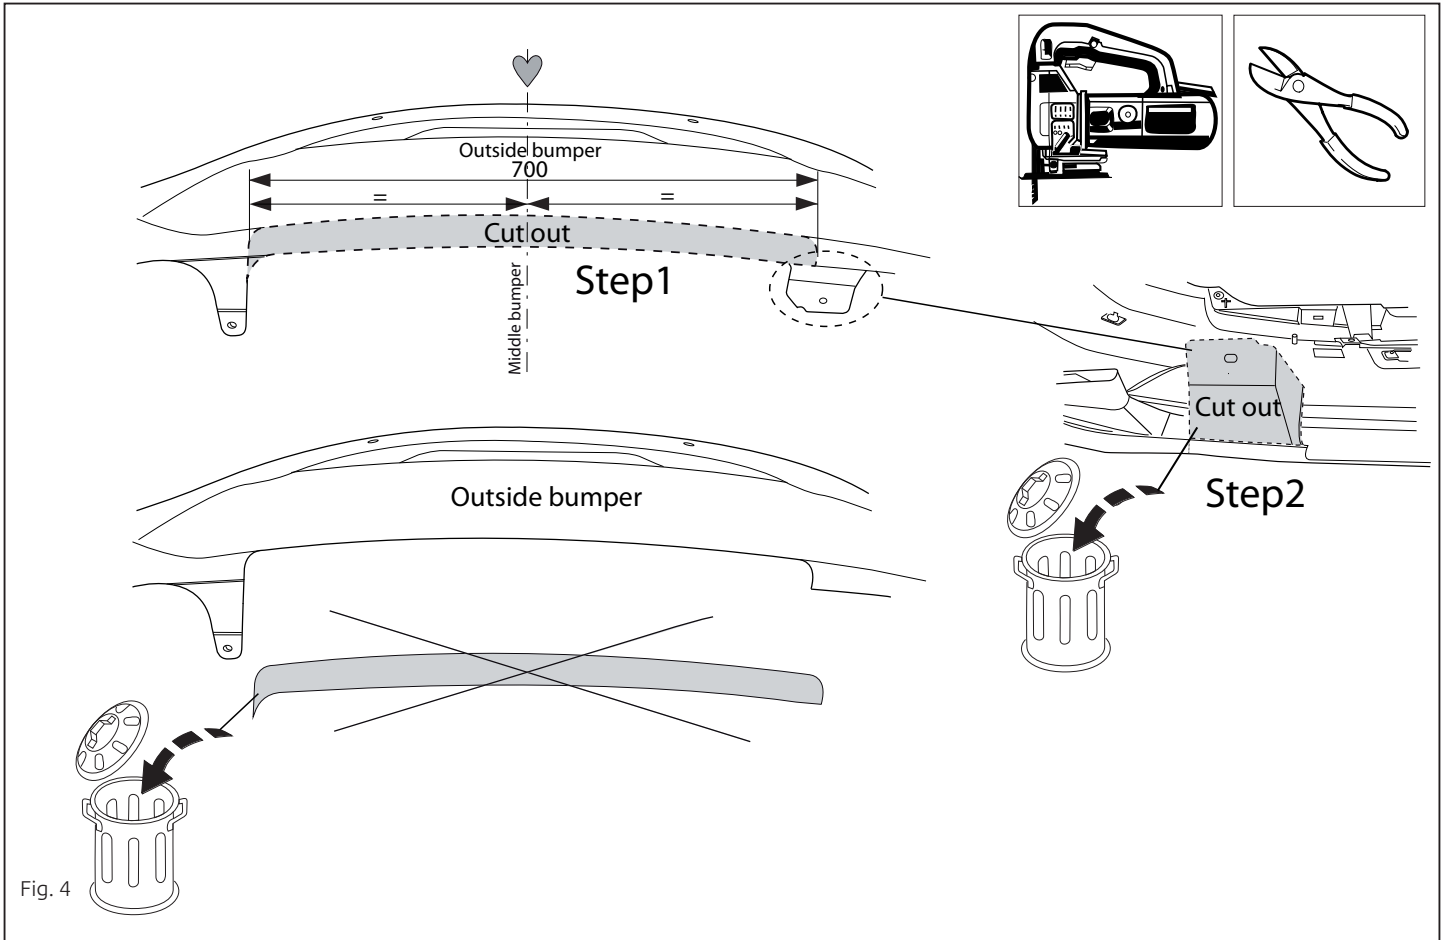

Fig. 4
12. Выпилить часть из бампера в середине снизу, как указано на рис. 4